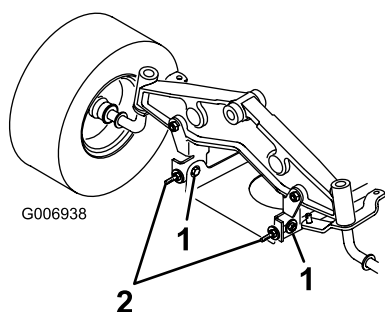

Figure 51
10. Desserrez légèrement les boulons de fixation de la plaque de pivot avant (Figure 51).
11. Tournez les contre-écrous des boulons à œil pour modifier le réglage (Figure 51).
12. Après avoir réglé uniformément les contre-écrous des deux boulons à œil, contrôlez de nouveau l'inclinaison avant/arrière. Poursuivez le réglage des boulons à œil jusqu'à ce que la pointe avant de lame soit de 0 à 9 mm plus bas que la pointe arrière (Figure 51).
13. Quand l'inclinaison avant/arrière est correcte, resserrez les boulons de fixation de la plaque de pivot (Figure 51).